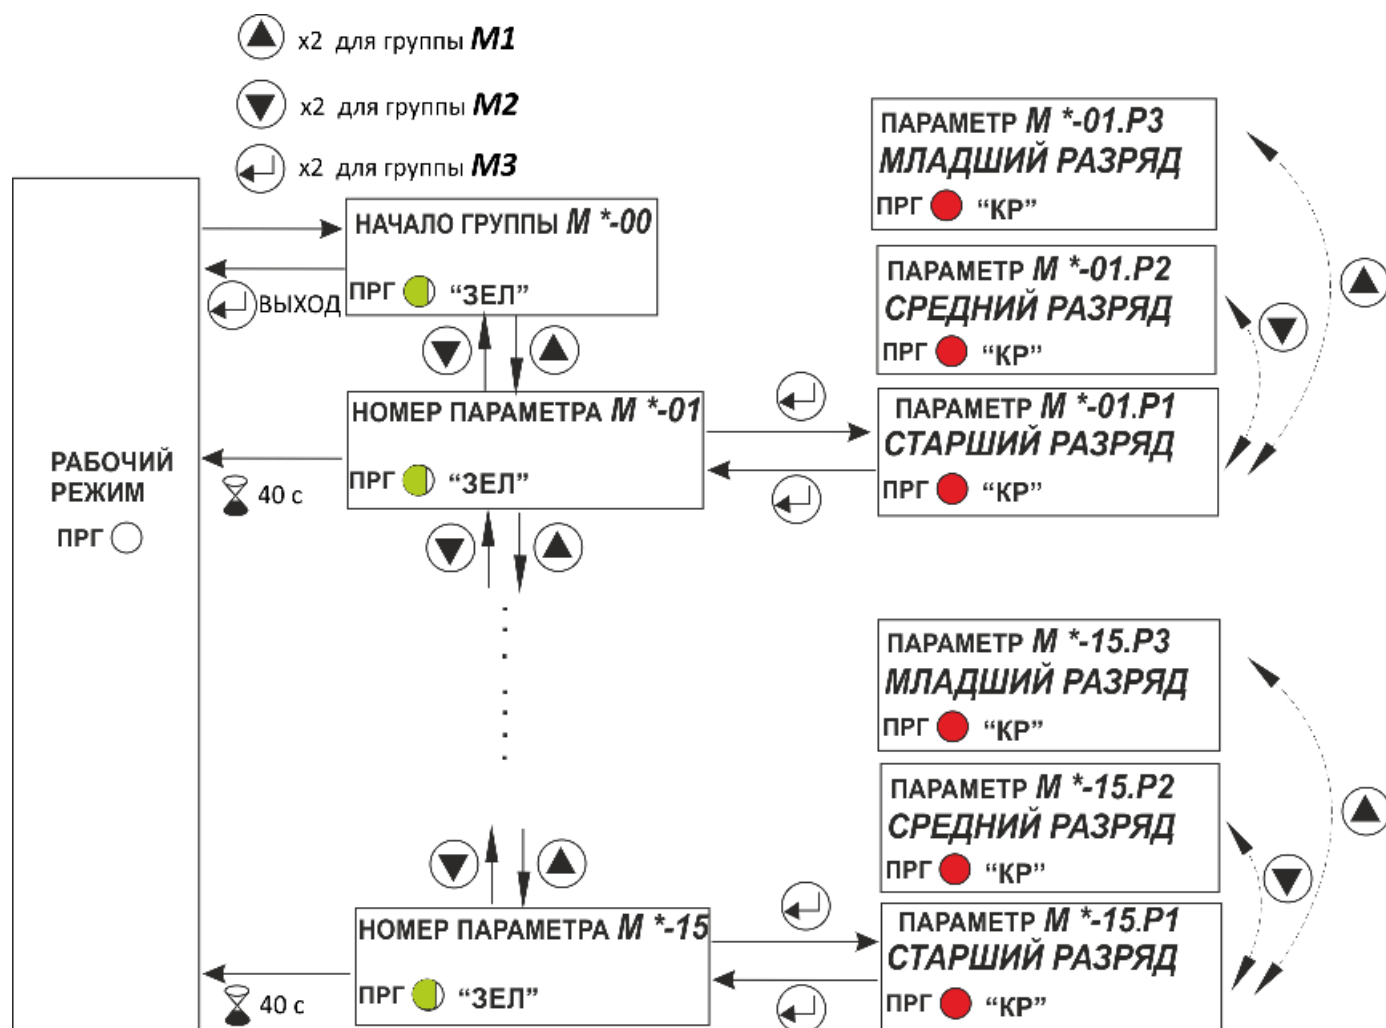

Рисунок 12 –Схема работы режима индикации параметров
1.11.3 Обобщенная схема режима индикации параметров приведена на рис.12. Обозначение на схеме **М\*** соответствует **М1**, **М2** или **М3**, в зависимости от выбранной группы.